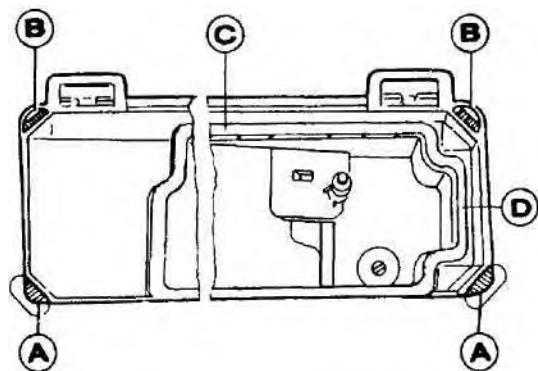

Рис.1.
(рис. 1)
Зафиксируйте поддон в выемке стола, затем вставьте прокладку (A) и прокладку (B) по четырем углам поддона, как показано на рис. 1. Затем вставьте уплотнитель (C) и уплотнитель (D) в прорезь поддона, как показано на рис. 1, для того чтобы предотвратить попадание масла или на другого загрязнения на нить.